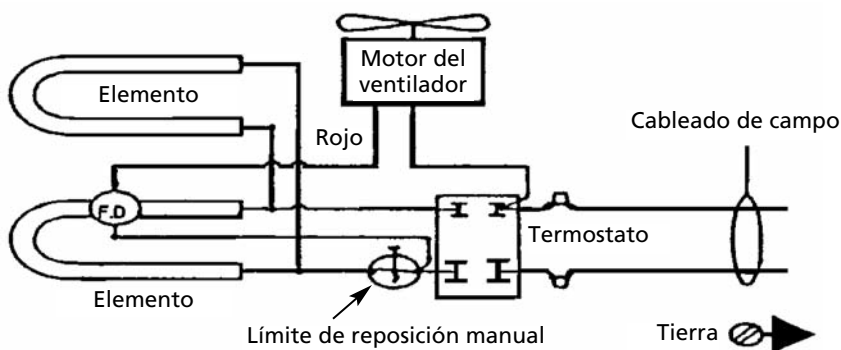

Figura 7 – Diagrama de Cableado (Monofásico)
3. Conecte los conductores del cable de alimentación a los conductores de la caja posterior del calentador (cableado de campo). Consulte la Figura 7 del diagrama de cableado.
5. Monte la rejilla usando los cuatro (4) tornillos largos suministrados. Los tornillos se enroscan en los agujeros que están situados en los rebordes laterales de la caja posterior.
Consulte la Figura 7, página 4.